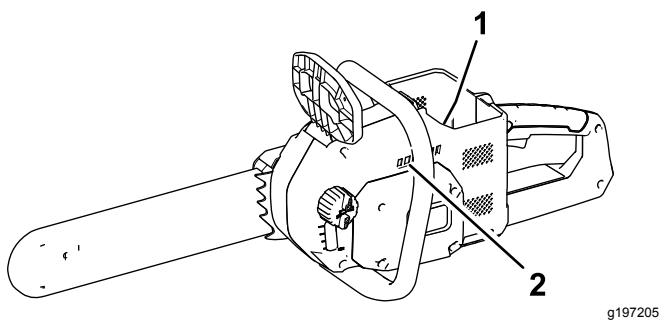

Figura 6
- Compruebe que los orificios de ventilación de la motosierra (Figura 5 y Figura 6) están libres de polvo y residuos.